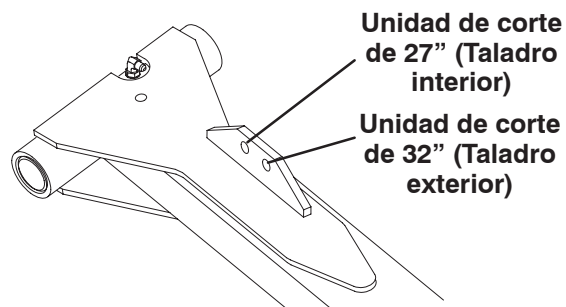

Figura 8
8. Fije el otro extremo de la cadena de elevación al taladro de la pestaña de montaje del brazo de elevación con pasadores de horquilla y chavetas. Utilice el taladro apropiado del brazo de elevación, de acuerdo con la Figura 8.